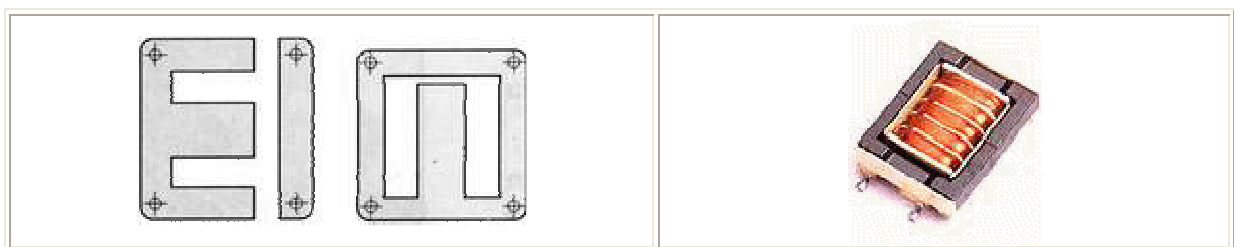

Figura 2.15. Núcleos utilizados para potencias elevadas
*Cuando se manejan potencias considerables y las frecuencias que se desea eliminar son bajas, se utilizan núcleos parecidos a los de los transformadores, sobre todo en fuentes de alimentación. Las secciones de los núcleos pueden tener forma de EI, M, UI y L, figura 2.15.*